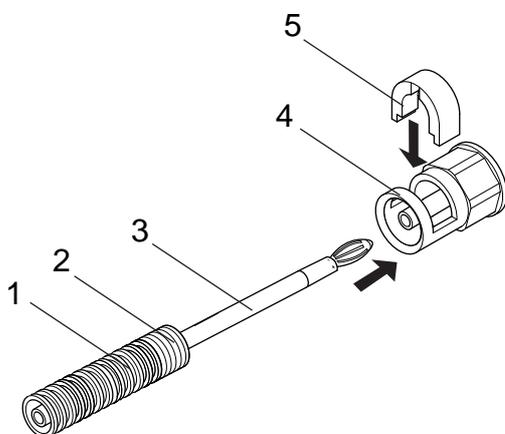

Abb. 7:
Das vorkonfektionierte Hochspannungskabel (3) in die Verschraubung (4) einstecken, fest andrücken bis die weiße Dichtung (2) nicht mehr sichtbar ist und mit dem Clip (5) sichern (siehe Abb. 7).